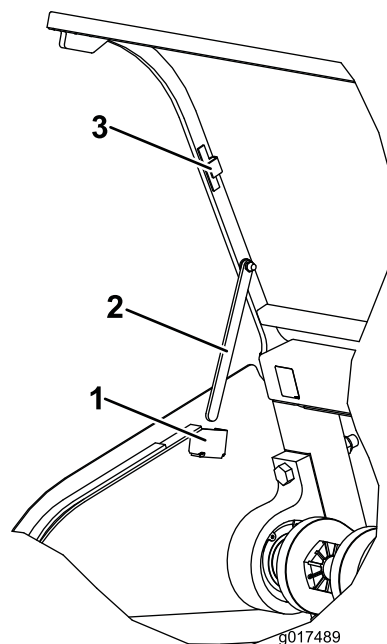

Bild 33
3. Schwenken Sie die Stützstange an jeder Seite der Haube von der magnetischen Lagerhalterung nach unten und setzen sie in die Stützstangenhalterung ein (Bild 33).